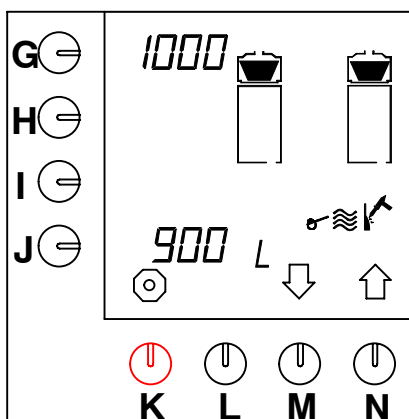

Abb. 18 Entkalkungszählwerk für das Kaffeebrühsystem
- Das Entkalkungszählwerk erscheint im Display (Abb. 18).